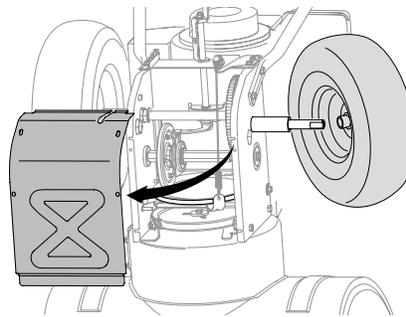

Figure 4-15
- Retirez les vis autotaraudeuses qui fixent le couvercle du châssis sous l'appareil, puis retirez le couvercle du châssis. * Voir Fichier 4-4. Retirez la vis et la rondelle Belleville qui fixent la roue droite à l'essieu, puis enlevez la roue droite. Voir Figure 4-15.